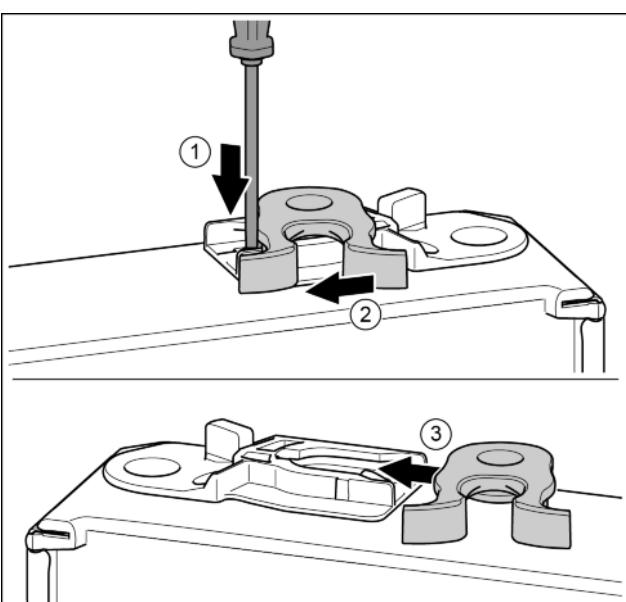

Fig. 14
- Нажать накладку шлицевой отверткой вниз. Fig. 14 (1)
- Запорный крючок вывести из направляющей. Fig. 14 (2)
- Запорный крючок вставить в направляющую с другой стороны. Fig. 14 (3)